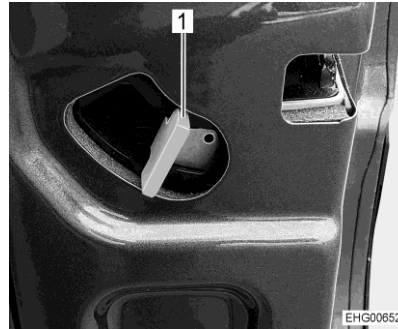

Bild 10 Griff zum Öffnen der Hecktüren
- Griff (Bild 10,1) nach oben drücken und Hecktüren bis zum Anschlag öffnen.